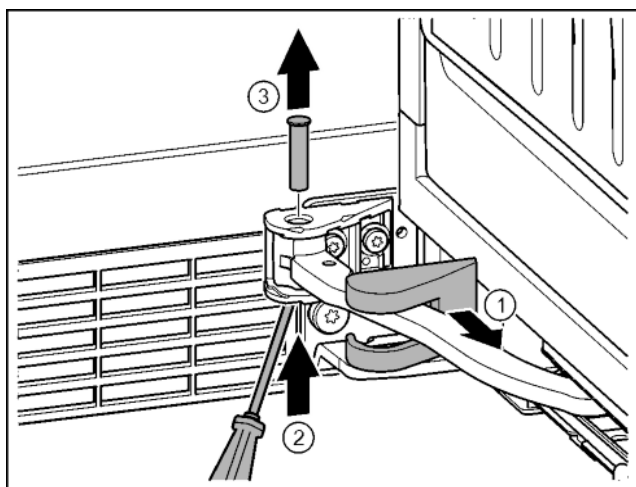

Fig. 18
- ▶ Зніміть кришку опорного кронштейна та перемістіть вздовж шарніра. Fig. 18 (1)
- ▶ Рукою чи викруткою підійміть палець знизу. Fig. 18 (2)
- ▶ Перемістіть викрутку під голівку пальця і витягніть. Fig. 18 (3)